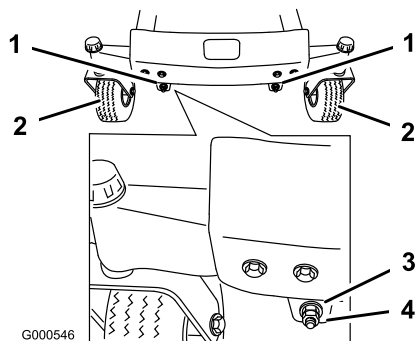
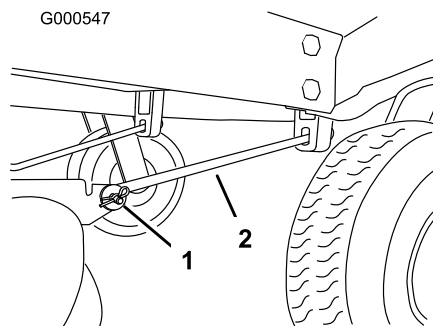

Figura 55
Figura 56
11. Per regolare l'inclinazione longitudinale della lama, togliete i dadi di bloccaggio e fate girare i dadi di regolazione sul frontale del tosaerba (Figura 55).
13. Dopo avere regolato in modo uniforme entrambi i dadi di regolazione, controllate nuovamente l'inclinazione longitudinale. Continuate la regolazione dei dadi finché la punta della lama anteriore non è più bassa di 1,6-7,9 mm rispetto a quella posteriore (Figura 55).
Nota: Dopo aver messo a punto i dadi di regolazione, verificate che le aste di supporto non siano allentate (Figura 56). All'occorrenza, serrate una delle aste per tenderle (Figura 55).
4. Togliete la coppiglia e il cavallotto con perno dall'asta di supporto anteriore (Figura 56) da ciascun lato del tosaerba.
8. Attaccate le aste di supporto alla macchina, utilizzando i cavallotti con perno e le coppiglie (Figura 56).